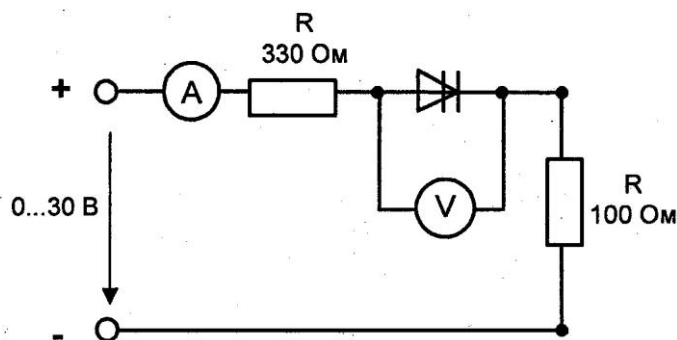

Рис. 7.1.2
- Соберите цепь согласно схеме (рис. 7.1.2). Напряжения больше 15 В получаются при последовательном соединении регулируемого и нерегулируемого источников постоянного напряжения. Резистор 100 Ом понадобится при выполнении второго задания данной работы.